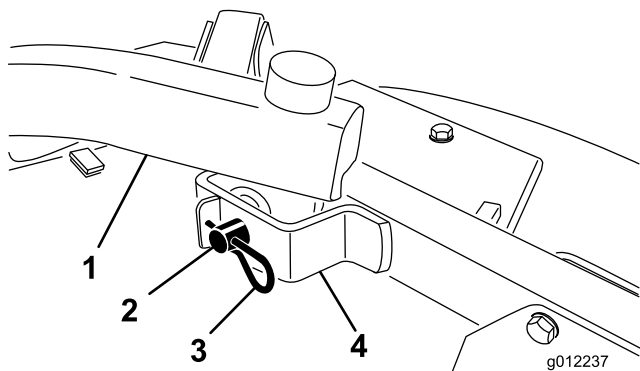

Figure 21
- Retirez les goupilles fendues et les axes de chape qui fixent les bras de relevage aux supports des bras pivotants (Figure 21).